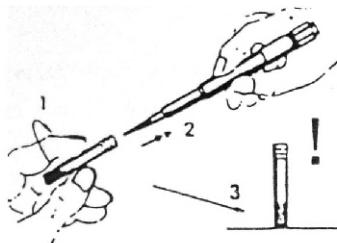
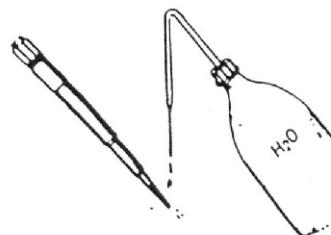
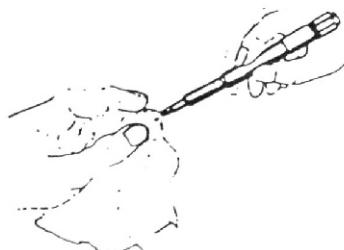
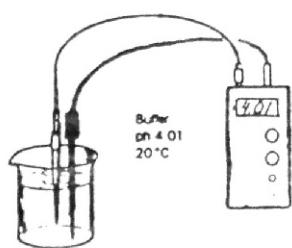

Рис. 4.
Рис. 5.
Рис. 6.
Рис. 8.
7.5. Снять с электрода увлажняющий колпачок G, как показано на (рис.4), промыть электрод дистиллированной водой (рис.5), осушить фильтровальной бумагой (рис.6).
7.12. Вынуть pH-электрод и температурный датчик из рабочего эталона, промыть их дистилированной водой и осушить фильтровальной бумагой (рис.5 и рис.6) и поместить в рабочий эталон pH 4,01 (рис.8).
- 8.1. Промыть pH-электрод и датчик температуры дистиллированной водой и осушить фильтровальной бумагой (рис.5 и рис.6).
10.1.3. Рекомендуется регулярно в процессе эксплуатации очищать электрод: при легком загрязнении- промывать дистиллированной водой и осушать фильтровальной бумагой (рис.5 и рис.6), а при остатках жировых загрязнений в процессе длительной работы промывать эталоном, дистиллированной водой и осушать фильтровальной бумагой (рис.5 и рис.6).